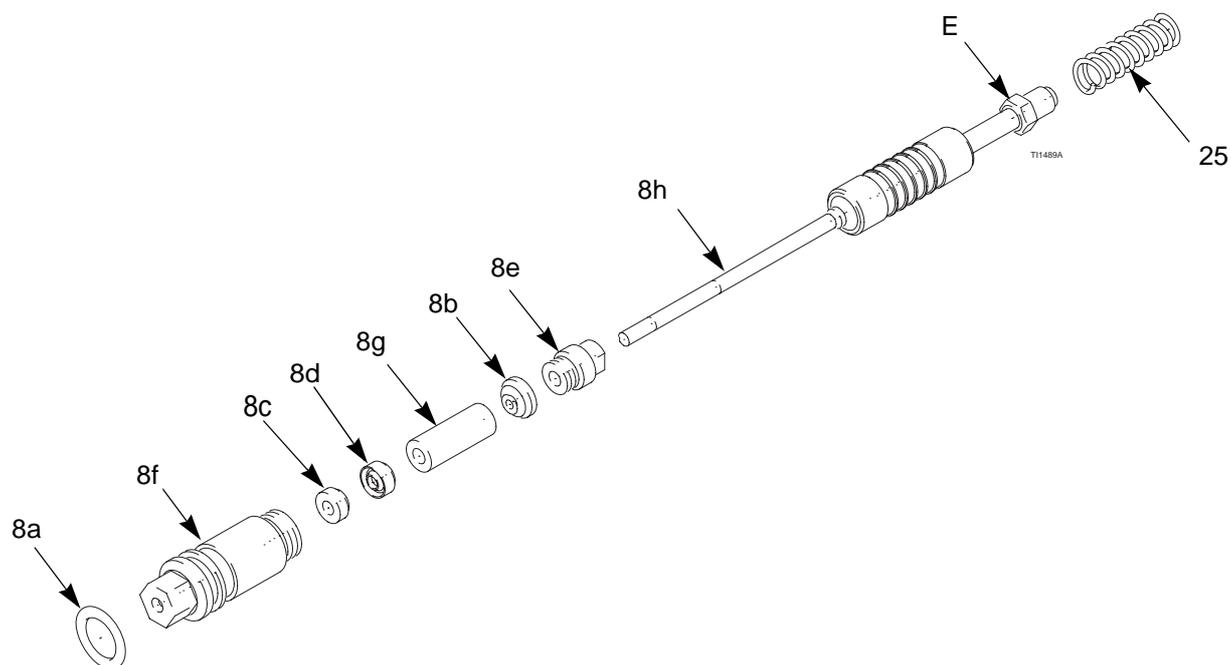

Fig. 24. Tige de presse-étoupe
1. Mettre l'écrou de presse-étoupe (8e) et le joint (8b) sur la tige (8h). Les méplats de l'écrou doivent être orientés vers l'arrière de la tige. Le joint torique doit être tourné à l'opposé de l'écrou de presse-étoupe. Voir Fig. 24.
6. Caler le ressort (25) contre l'écrou (E) comme indiqué.
7. Introduire l'ensemble du presse-étoupe (8) dans le canon du pistolet. À l'aide de la clé multi-usage (40), serrer légèrement l'ensemble pour un serrage jointif.
9. Monter la tige de commande (29) et l'écrou de blocage (28). Voir 39.
11. Monter le capotage (2) et le chapeau d'air, page 34.